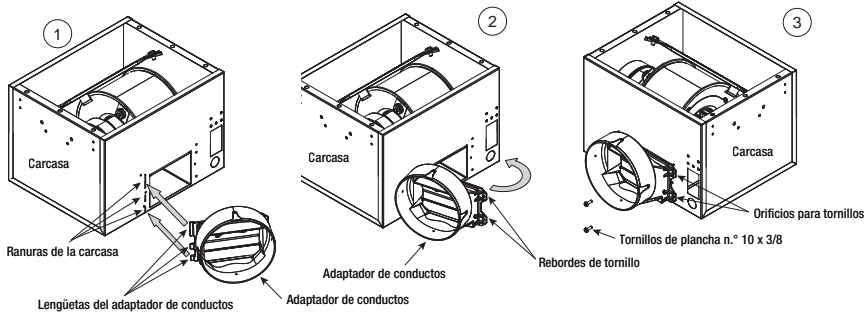

Figura 1
1. Consulte la Figura 1. Inserte las lengüetas del adaptador del conducto en las ranuras de la carcasa.